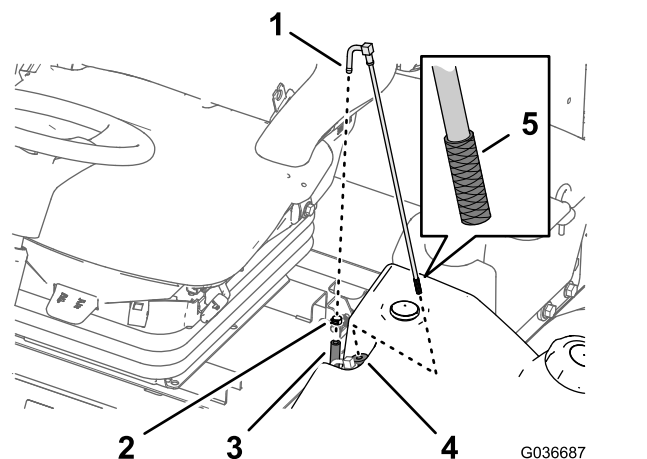

Figure 73
1. Retirez le collier qui fixe le flexible de carburant au raccord du tube d'aspiration (**Figure 73**).
2. Débranchez le flexible du raccord (**Figure 73**).
3. Soulevez et déposez le tube d'aspiration du réservoir de carburant (**Figure 73**).
4. Nettoyez les débris éventuellement présents sur la crépine au bout du tube d'aspiration de carburant (**Figure 73**).
5. Insérez le tube d'aspiration dans la bague de caoutchouc et dans le réservoir de carburant (**Figure 73**).